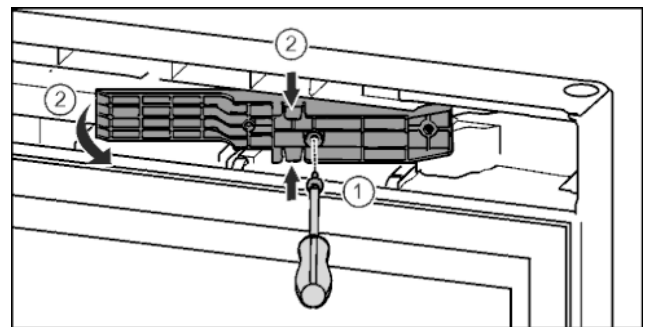

Fig. 15*
- ▶ Отпустить винты отверткой T15. Fig. 15 (1)*
- ▶ Извлечь деталь адаптера. Fig. 15 (2)*